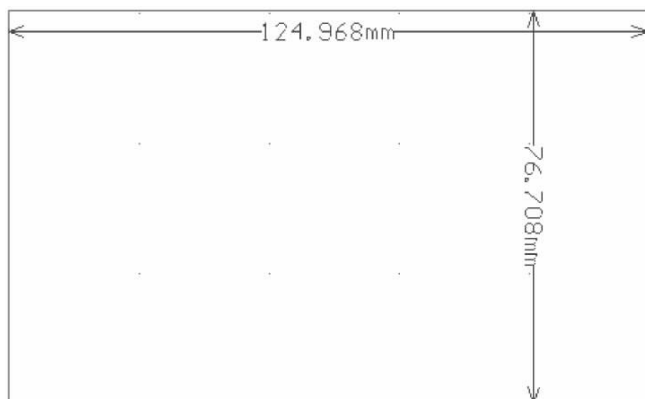

图 1.10 确定板的尺寸和形状
(4)打开印刷板编辑器新建一个 PCB 文件,确定板的尺寸和形状(在机构 1 层),如图 1.10 所示。